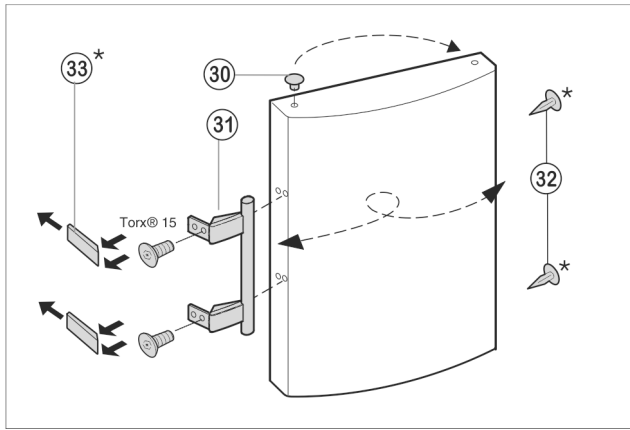

Fig. 8
- ▶ Retirer le tampon Fig. 8 (30) de la bague du palier de la porte vers le bas et le déplacer.
- ▶ Démontez la poignée de la porte Fig. 8 (31), le tampon Fig. 8 (32) et les plaques de pression Fig. 8 (33) et les déplacez du côté opposé.